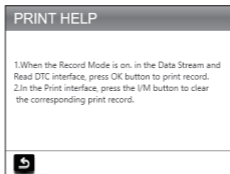

Figura 9.1.4
4. Selecciona IMPRIMIR AYUDA (Figura 9.1.4) y presiona [OK] para ver las instrucciones para imprimir informes de prueba.